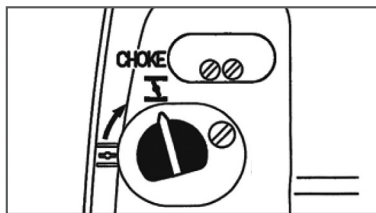

Рис. 14 Воздушная заслонка закрыта
3. Закройте воздушную заслонку карбюратора. Для этого рычаг управления воздушной заслонкой установите в положение «ЗАКРЫТО» (Рис. 14).